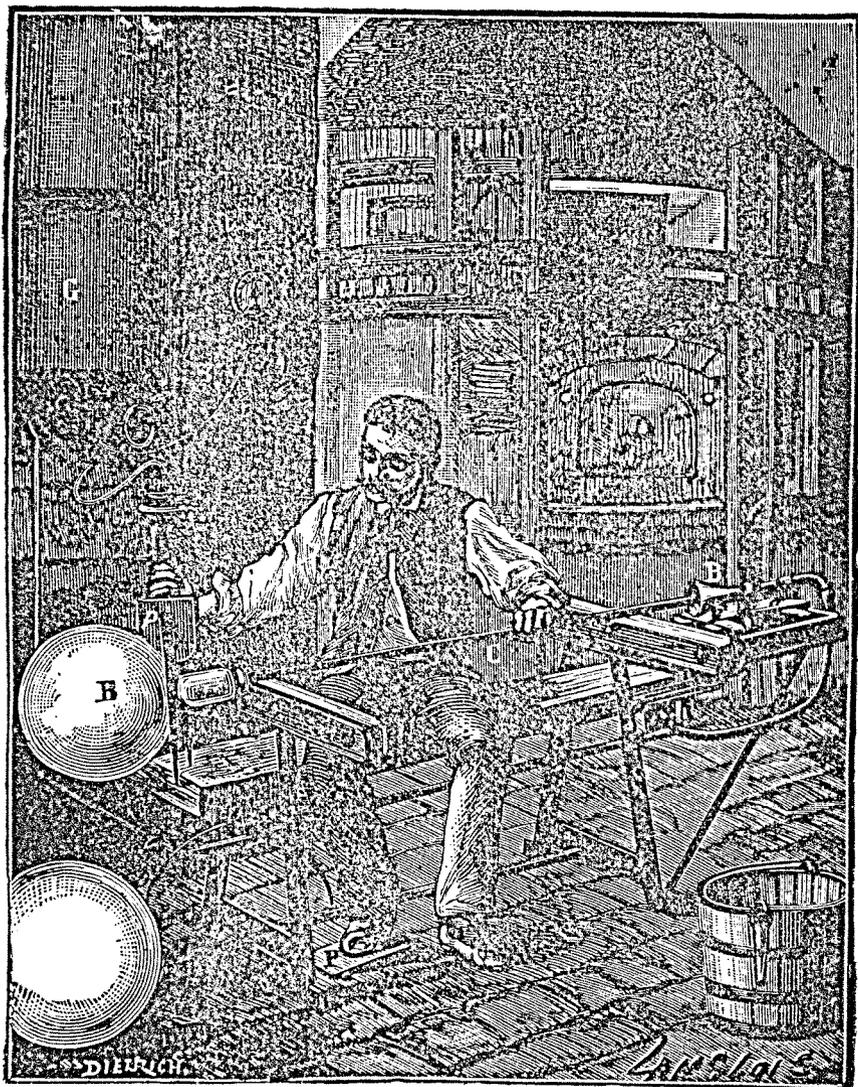

Fig. 362. — Soufflage à l'air comprimé.
**Emploi de l'air comprimé.** — Les inconvénients du soufflage du verre à *la bouche* sont nombreux: fatigue excessive résultant pour l'ouvrier souffleur du tournage prolongé de masses parfois assez lourdes; danger pour les yeux, constamment exposés à la réverbération du verre en fusion; brûlure des lèvres, de la gorge et des joues; maladies des voies respiratoires; transmission des maladies contagieuses. Un ingénieur français, M. L. Appert, verrier à Clichy, a cherché à supprimer complètement le soufflage à la bouche, en le remplaçant par une injection d'air comprimé dans la canne. Celle-ci est reliée par l'intermédiaire d'un *manchon à souffler* et d'un tube de caoutchouc à un réservoir d'air comprimé; dont l'admission de l'air est réglée par la simple manœuvre d'un robinet, au moyen d'une pédale. La figure 362 montre un ouvrier fabriquant ainsi une boule de verre B; l'installation représentée permet le soufflage de pièces n'exi-